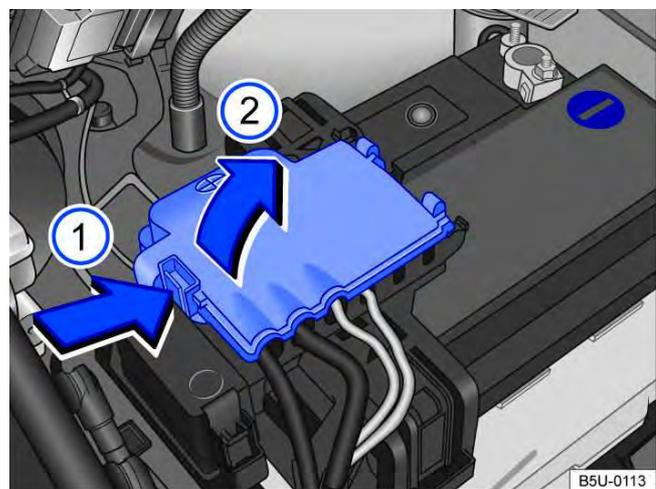

Fig. 154 Compartimento do motor: acesso ao terminal positivo da bateria. ▶
- Abrir a cobertura do polo positivo. Para abrir pressionar a trava no sentido da seta → Fig. 154 (1), rebater a cobertura para o lado no sentido da seta (2).